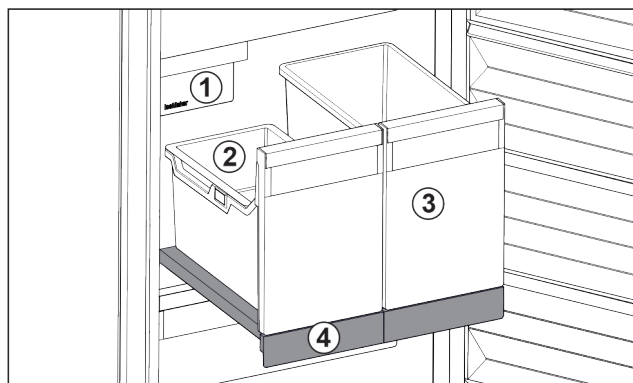

Fig. 17 Изтегляща се дъска с IceTower
Върху изтеглящата се дъска има два високи съда (IceTower). В съда Fig. 17 (2) се събират и съхраняват ледени кубчета от IceMaker. Съдът Fig. 17 (3) е подходящ за съхранение на високи хранителни продукти като пици или алкохолни напитки.